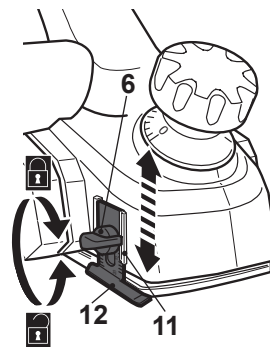

Fig. 4
- > Alignez la fente du guide de profondeur [12] sur le filetage de montage [11] et fixez-le à l'aide d'une vis papillon [6] (Fig. 4).